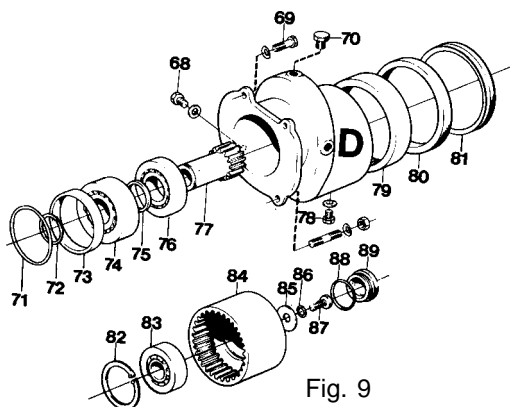

Fig. 9
1. Enfoncer le grand roulement (79, fig. 9) dans le carter de renvoi au moyen du mandrin 884488.
2. Mettre un peu de graisse à la bague d'étanchéité (80) et l'enfoncer en place avec le mandrin 884488.
3. Enfoncer le roulement (83) dans le pignon (84) au moyen du mandrin 884488. Repousser avec précaution le pignon à travers la bague d'étanchéité (80). Avec un maillet en caoutchouc, frapper sur le pignon pour le faire descendre, jusqu'à ce qu'il soit possible de visser la vis (87), avec une rondelle plane et une nouvelle rondelle d'arrêt. Serrer au couple de 55 Nm (5,5 m.kg). Visser le bouchon (89) en place après avoir remplacé le joint torique (88). Monter la grande bague d'étanchéité (81) après l'avoir rempli de graisse.
4. Enfoncer les roulements (74 et 76) et la bague entretoise (75) sur le pignon (77) en se servant du mandrin 884263. Ne pas mettre le circlips avant que l'ensemble ne soit remonté dans le carter. Retourner le carter et enfoncer le pignon, avec les roulements, au moyen du mandrin 884500. Tourner le pignon en cours d'enfoncement pour "l'engrener" correctement. Mettre le circlips (72).
5. Poser en place dans le carter la bague entretoise (73) et éventuellement les cales (71).